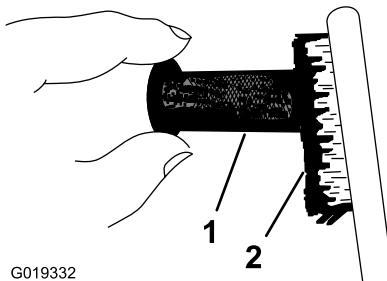

Figure 47
2. Avec une brosse, décalaminez la grille du pare-étincelles. Remplacez le pare-étincelles s'il est cassé ou troué (Figure 47).